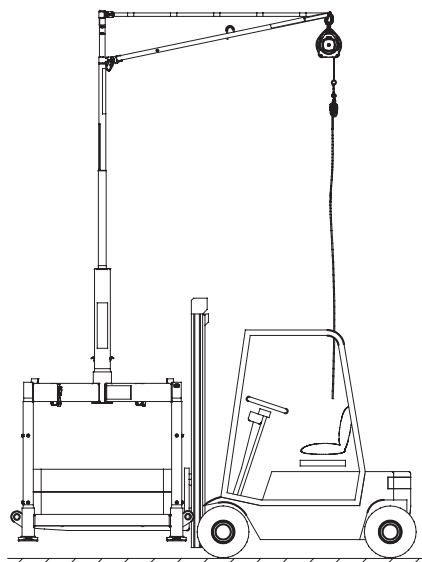

Figura 33. Sollevamento dell'intera unità per il trasporto.
1. Collocare le forche sotto la base all'interno delle apposite guide, vedere Figura 33. Sollevare lentamente l'unità e verificare che nessuna parte del sistema di carico MkII sia ostacolata.